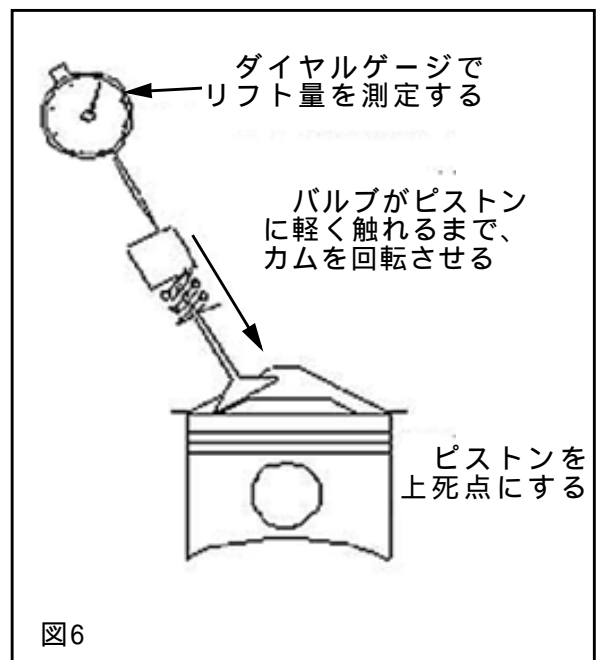

図6
- (1) 第1気筒の吸気バルブがリフトしていない状態で、吸気側リフターにダイヤルゲージをセットしてください。〔図6〕
- (2) クランクを回転させ、ピストンを上死点にしてください。
- (3) Vカムをゆっくり回転させ、手応えのあった時点で、ダイヤルゲージのリフト量を確認してください。
- (4) Vカムを逆に回し、元の位置に戻してください。
- (5) ダイヤルゲージがスタート位置に戻ったことを確認してください。
- (6) 測定したリフト量が4.4mm以上あることを確認してください。
- (7) ダイヤルゲージを取外し、排気カムを取付けてください。